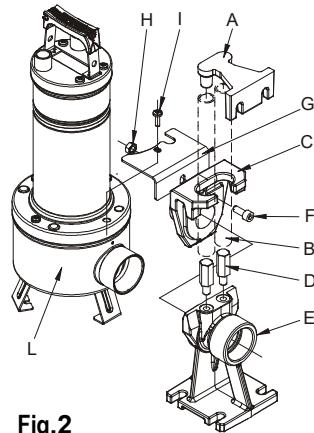

Fig.2
- Pour les installations fixes nous conseillons l'utilisation d'un dispositif de levage DSD2 (disponible sur demande - **Fig.2**) pour faciliter les opérations de maintenance sur l'électropompe. Inséré entre la bride de refoulement de l'électropompe et le tuyau, il évite, dans les opérations de maintenance, de devoir démonter le tuyau de refoulement. Le dispositif DSD2 est constitué de 8 composants plus un, non fourni (tuyaux de 3/4"):
Le pied d'assise doit être positionné dans le fond de la cuve et fixé avec des vis tamponnées correctement dimensionnées. La bride de guidage du tuyau doit être positionnée sur la partie haute du puisard et insérée à l'extrémité des deux tuyaux de 3/4" (non fournis), qui servent de descente. Les deux tuyaux relient la bride au pied d'assise. Positionner la bride de base en contact avec le filtre de la pompe, à proximité de l'orifice de refoulement, en fixant avec deux vis prévues pour le blocage du couvercle du filtre. Enlever la vis supérieure de la bride côté refoulement (I). Assembler la patte antirotation (G). Remonter la vis (I). Extraire la coulisse du pied d'accouplement et la raccorder à l'orifice de refoulement de la pompe. En utilisant la vis F et l'écrou H, fixer la coulisse à la pompe comme l'indique la figure. Remettre en place l'ensemble coulisse/pompe sur le pied (Fig.2).